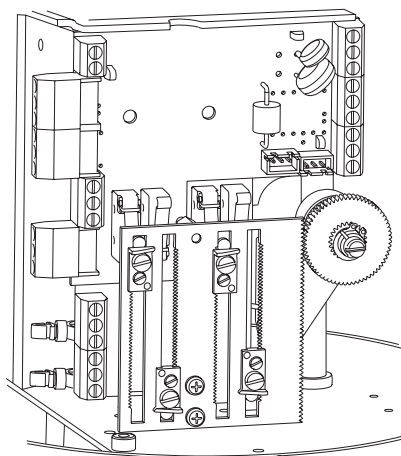

Fig. 22
- Rimontare la piastra (Fig. 22).